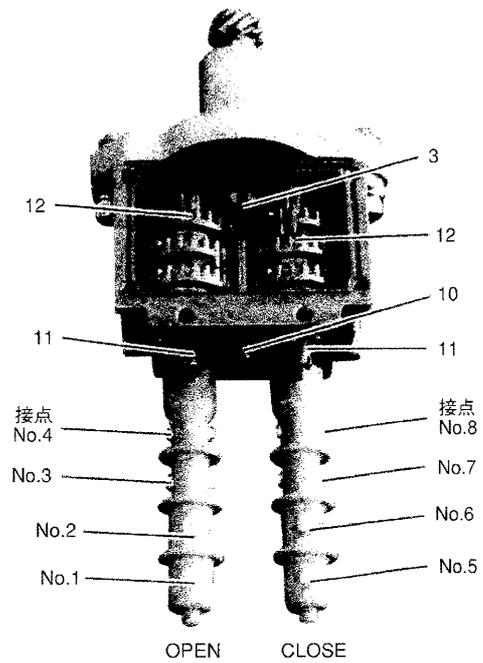
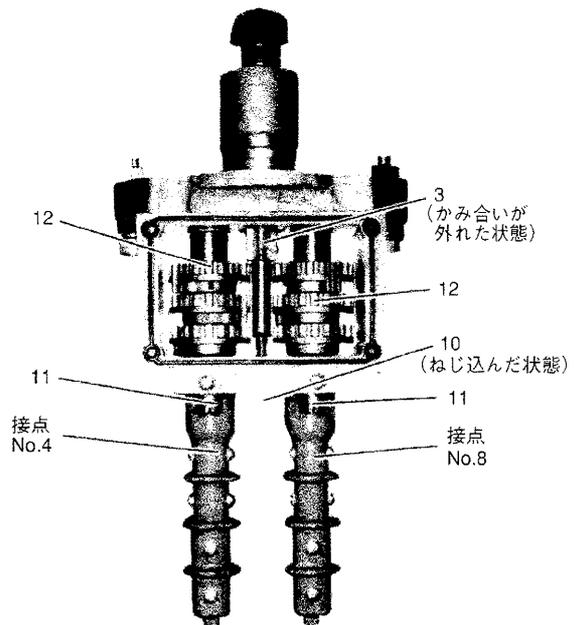
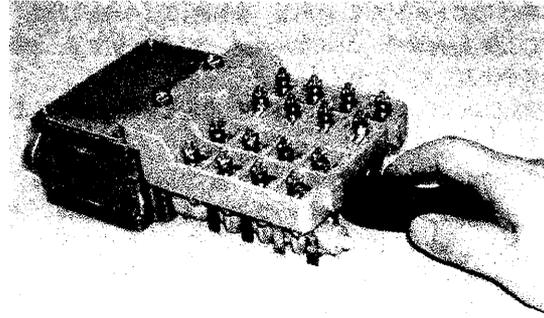

図5.2.2
図5.2.4
図5.2.5
- ⑩セッティングロッドを図5.2.5のようにドライバで右に回して⑨ギアフレームと同一面になるまでねじ込み、③ドライブピニオンとの噛み合いを外します(図5.2.4参照)。
- 現在の接点の状態がONならば、手順2で確認した方向へ、ドライバで⑩ギアシャフトを回し、ロータが90°回転して接点No.8がOFFに動作したところで止めます。
- 現在の接点の状態がOFFならば、手順2で確認した方向と逆にドライバで⑩ギアシャフトを回し、ロータがONになる位置を通過するまで回した後、手順2で確認した方向に⑩ギアシャフトを回し、接点No.8がOFFに動作したところで止めます。
- ⑩セッティングロッドをドライバで止まるまで左へ回し、③ドライブピニオンと⑫インタミットメントギアが噛み合う状態に戻します(図5.2.2参照)。
- ⑩ギアシャフトをドライバで左右に軽く回してみ、正しく噛み合っている(開閉両側の⑩ギアシャフトが回らない)ことを確認してください。以上で、閉側の調整を終了します。